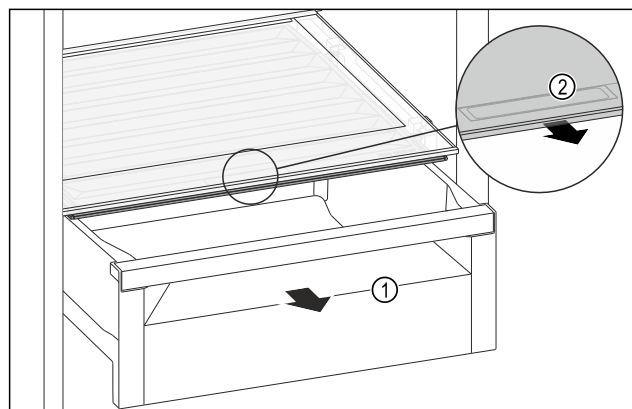

Fig. 124
- ▶ Витягніть висувний ящик Fig. 124 (1).
- ▶ Візьміться за потайну ручку Fig. 124 (2) на кришці відділення й одночасно потягніть кришку відділення вперед.